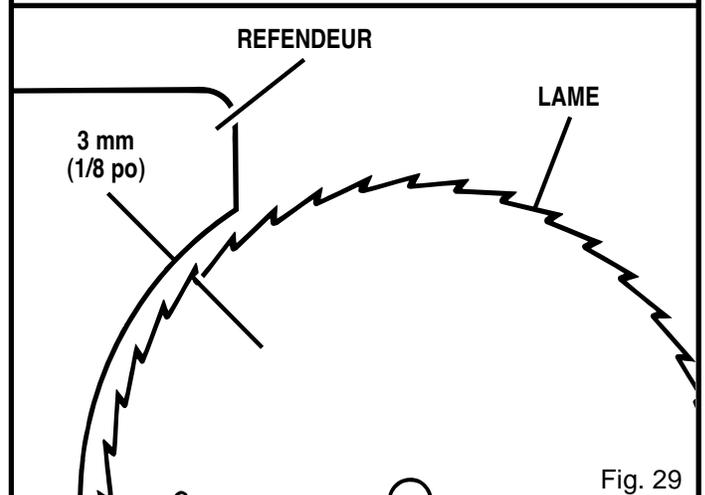
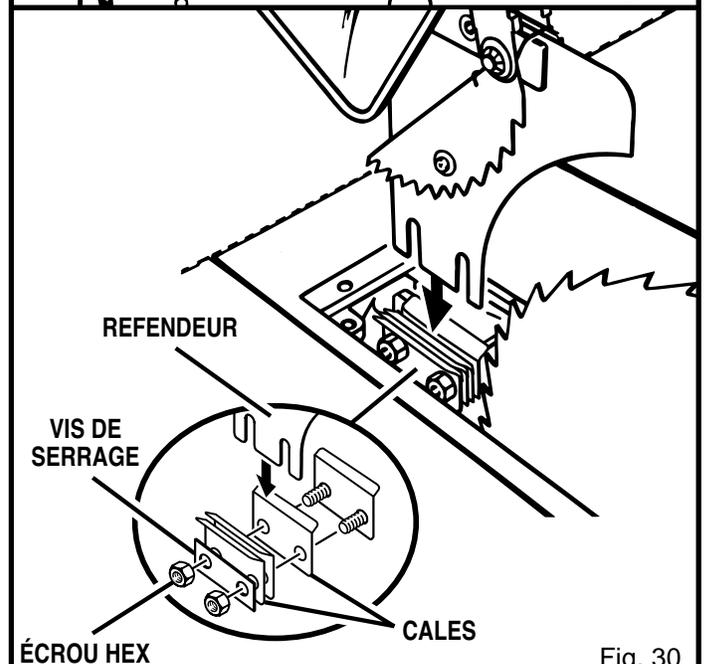

Fig. 29
Fig. 30
- Le protège-lame étant enlevé, vérifiez si le refendeur est situé à 3 mm (1/8 po) minimum des points extérieurs de la lame. Voir figure 29. Ensuite, vérifiez s'il est centré par rapport à la largeur de la lame. Voir figure 30. Si l'un ou l'autre des réglages n'est pas correct, réglez le refendeur en suivant les étapes ci-dessous.